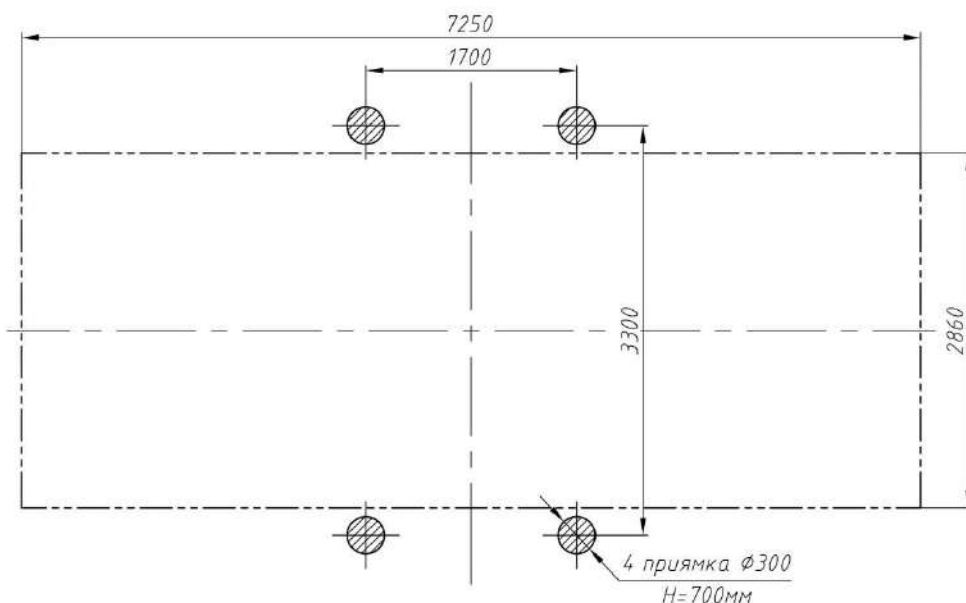

Рис.3 План фундамента Рамы для качелей двойной РТР 50-2
3.6. Монтаж рамы для качелей заключается в сборке составных узлов и деталей рамы с последующим бетонированием металлических стоек в заранее подготовленные приямки (рис. 3).